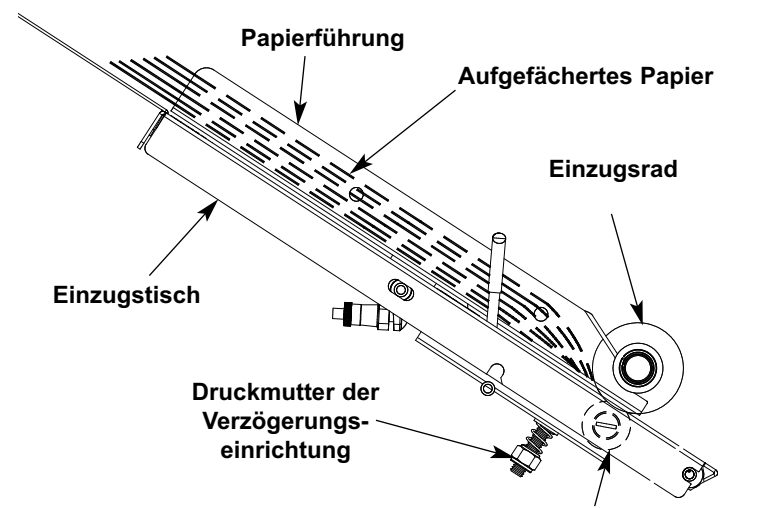

Abbildung 6: Einzugstisch, aufgefächertes Papier
7. Legen Sie das aufgefächerte Papier auf den Einzugstisch (siehe Abbildung 6), wobei das oberste Blatt am Berührungspunkt zwischen Einzugsrad und Verzögerungseinrichtung liegt.